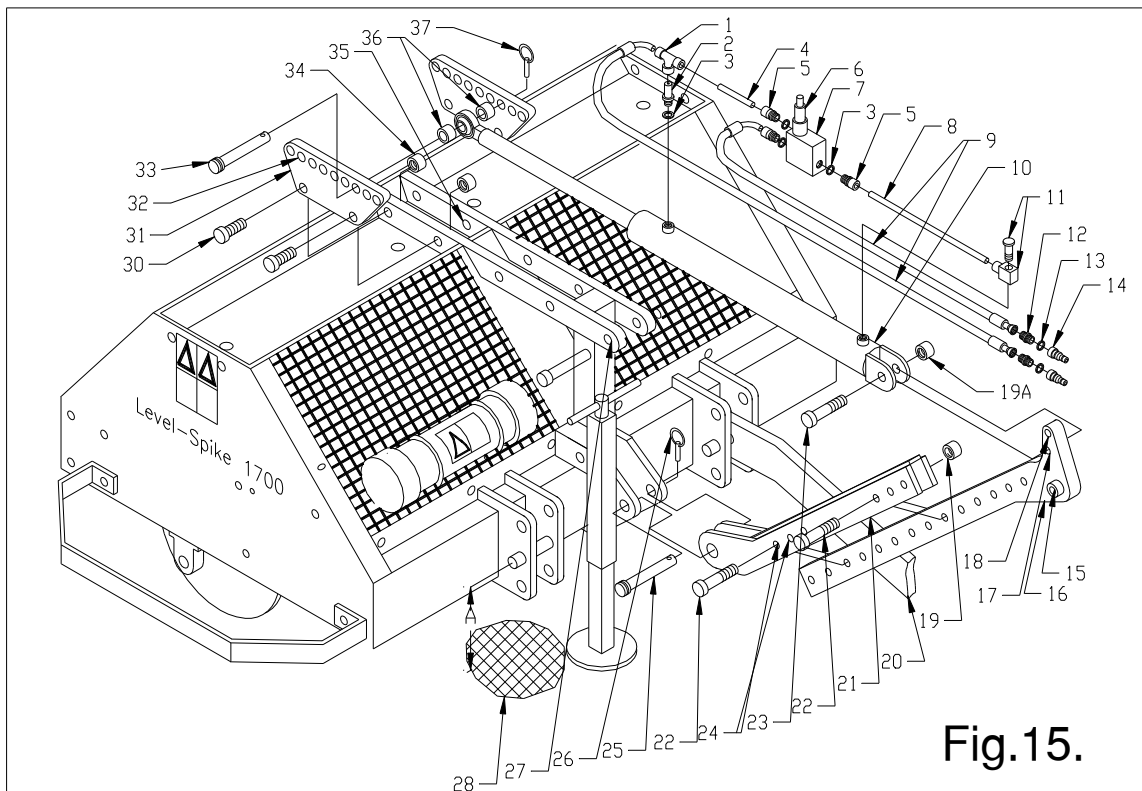

Fig.15.
11.6 GEWICHTSÜBERTRAGUNGSSATZ, siehe Abb. 15.
Montieren Sie die Komponenten am Hydraulikzylinder (siehe Abb. 15). Der Durchflußbegrenzer 2 wird in den Hydraulikzylinder 10 geschraubt. Verwenden Sie die Kupferscheibe 3. Bringen Sie unter Verwendung der Unterlegescheiben 3 alle drei Verbindungen 5 am Druckentlastungsventil 7 an. Schieben Sie die Rohre 4/8 vollständig in die Verbindungen 5, das T-Stück 1 und die Schraubverbindung 11. Bringen Sie das Ganze auf den Zylinderanschlüssen an. Ist alles angebracht, ziehen Sie sämtliche Verbindungen an, wobei das Ventil 7 senkrecht nach oben gehalten werden muß. Als nächstes können die Schläuche 9 an den Verbindungen 1 und 5 angeschlossen werden. Am anderen Schlauchende sitzt ein Gewindenippel 12, auf dem eine Schnellkupplung 14 angebracht werden kann. Hierzu muß eine Kupferscheibe 13 als Dichtung angebracht werden. Ist alles dicht, so ist der Hydraulikzylinder betriebsbereit.
Setzen Sie die symmetrischen Platten 31 mit den Bolzen 30 und Muttern 34 auf die Standardlöcher 35 der Maschine (siehe Abb. 15).